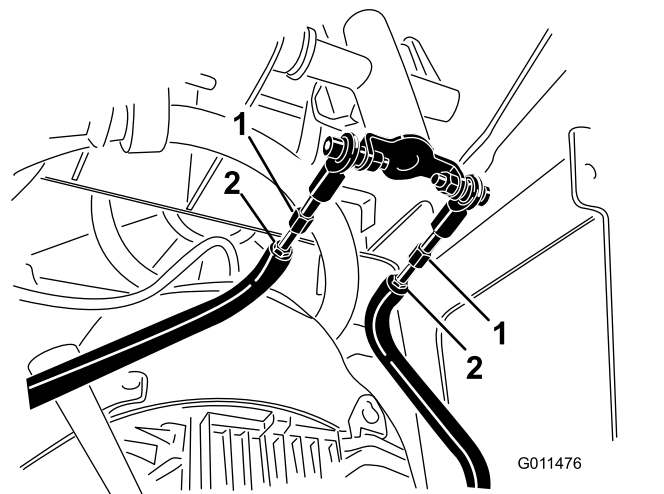

Bild 55
- D. Lösen Sie die Klemmmuttern an den Zugstangen unter dem Bedienfeld (**Bild 55**).